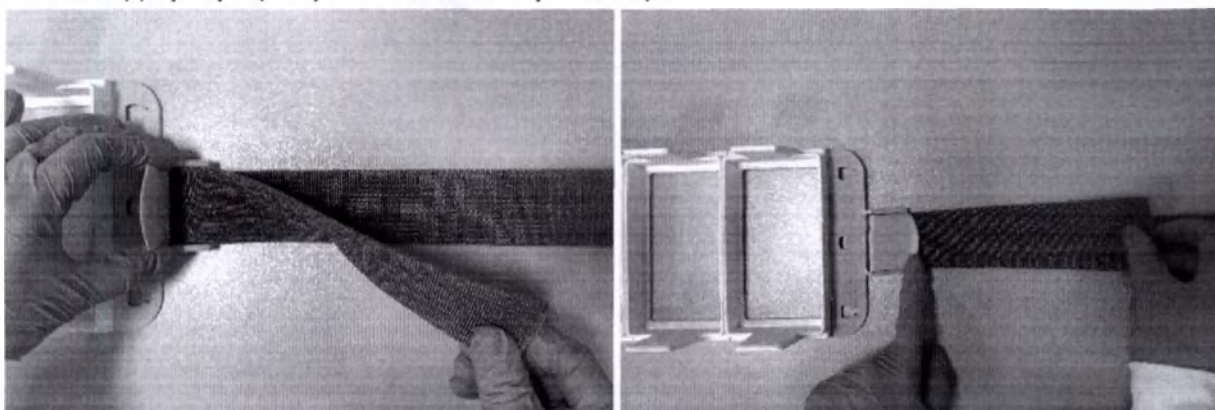

Рис.8.22 – Фиксация ремня
8.9.2. Отодвиньте крышку застёжки ремня и потяните ремень до состояния плотного прилегания рамки к телу пациента, как показано на рис.8.22, после чего опустите крышку застёжки до упора (соприкосновения с ремнем).